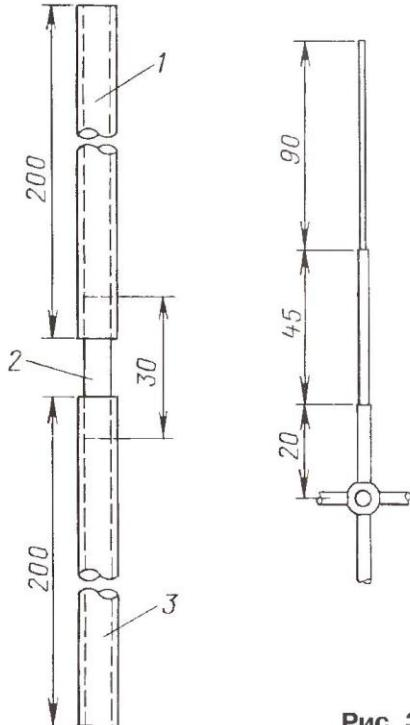

Рис. 3
него" варианта антенны. На концах труб установлены выполненные из трубок крестовины — конструктивные ёмкости, размеры которых также приведены на рис. 3. Поскольку эксперименты проводились на нескольких диапазонах, элементы крестовин были сделаны раздвижными. Изменением их длины производится подстройка антенны на рабочую частоту.
Фотография этой антенны приведена на рис. 2, а чертежи некоторых её узлов — на рис. 3. Вертикальная часть диполя представляет собой две трубы (1 и 3) длиной 200 см каждая, которые соединены диэлектрической вставкой длиной 30 см (2). Были использованы трубы с внешним диаметром 25 мм и внутренним диаметром 20 мм, обеспечивающие достаточную механическую прочность антенны. Из фотографии видно, что для её установки автор применил всего один ярус оттяжек. Этого оказалось вполне достаточно для "лет-